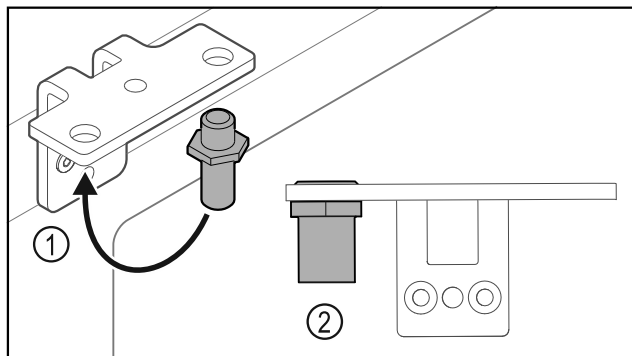

Fig. 31
- ▶ Преместете болта Fig. 31 (1) в ъгла на пантата.
- ▶ Затегнете болта Fig. 31 (2) с **въртящ момент от 12 Nm**.